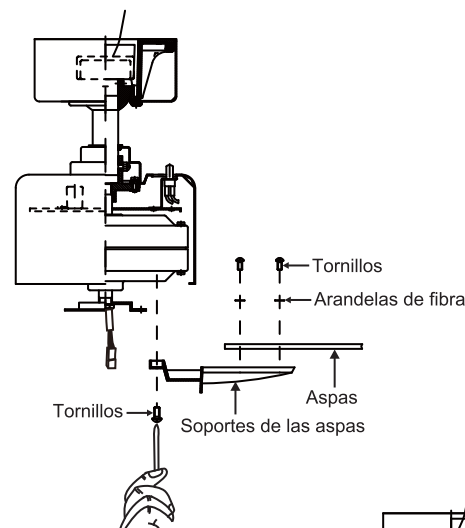

Fig. 16
Paso 1. Acople un aspa al soporte del aspa utilizando los tornillos y las arandelas de fibra proporcionados. (Fig. 16)
Paso 2. Acople cada ensamblaje del aspa al motor utilizando los tornillos de montaje "preinstalados" en el soporte del aspa. (Fig. 16)